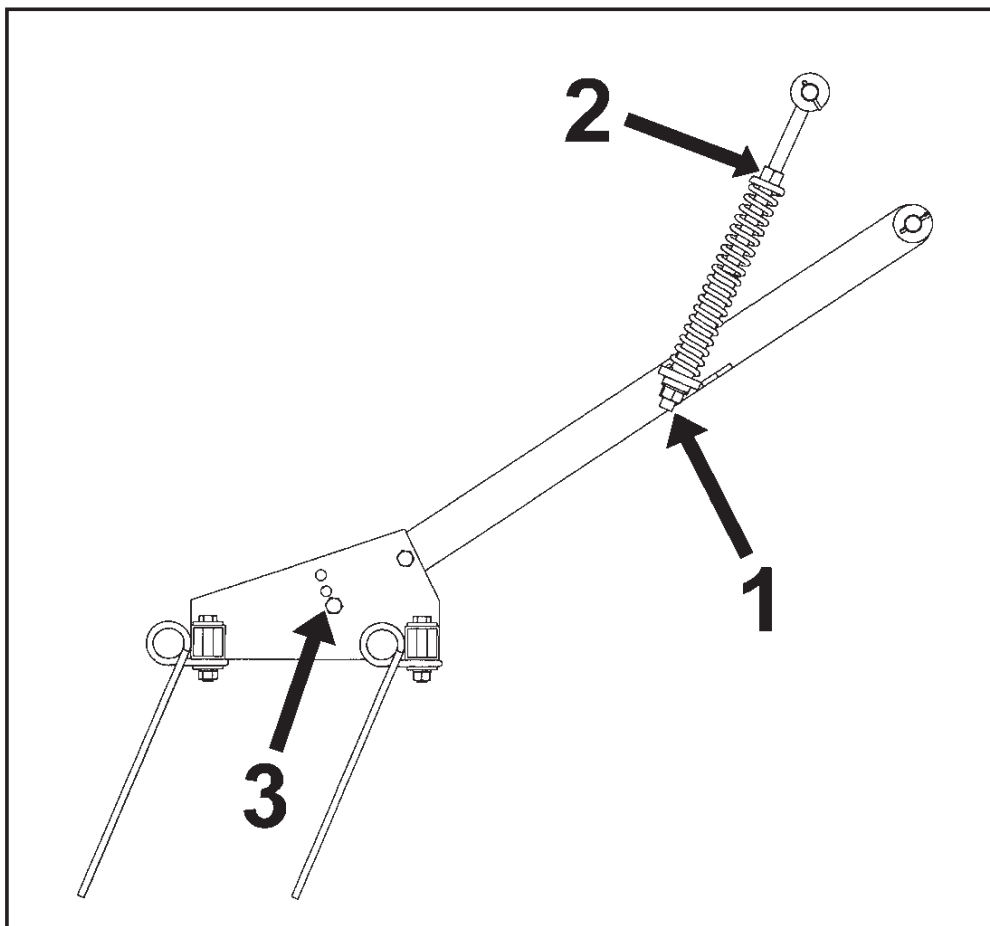

fig. 14
- 1- En hauteur, en agissant sur l'écrou inférieur (1, fig. 14).
- 2- En pression, par l'écrou supérieur du tendeur (2, fig. 14).
- 3- En inclinaison, en changeant la position des écrous qui tiennent l'herse aux bras (3, fig 14).